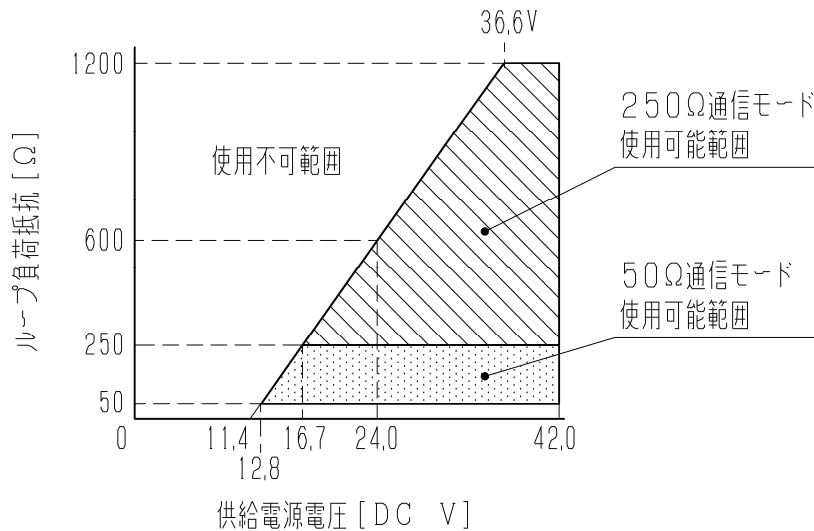

図1 供給電源電圧／ループ負荷抵抗特性
ループ負荷抵抗	250Ω通信モード時 250~600Ω 50Ω通信モード時 50~250Ω (ともに供給電源電圧 DC24V 時の値で、線路抵抗を含みます。) なお、供給電源電圧との関係は外部接続図に記載の図1を参照してください。
1. 同一ループ内にあるディストリビュータと受信計器の入力負荷抵抗および線路抵抗の合計抵抗値(ループ負荷抵抗値)は図1に示す範囲内であることが必要です。